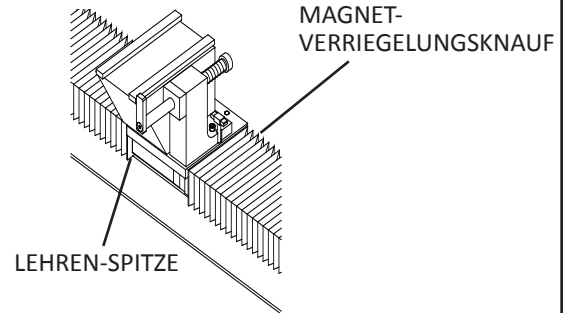

Abb. 18
1. Ziehen Sie beide Lehren-Spitzen nach vorn und drehen Sie sie in die Verriegelungsposition. Lösen Sie den Magnetknauf an der rechten Magnetbaugruppe. Siehe Abb. 18. Setzen Sie die zu schleifende Baugruppe Untermesser/Unterstanze auf die Elektromagneten. Bewegen Sie die rechte Magnetbaugruppe, bis die Spitzen der Einstelllehre an beiden Seiten des Untermessers sind, und ziehen Sie den Magnet-Verriegelungsknauf auf der rechten Seite fest genug an, um den Magneten zu sichern.